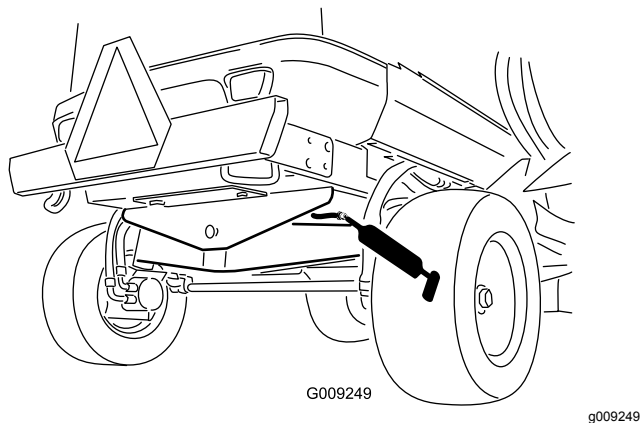

Figura 82
- 1 boccola del perno di articolazione dell'assale posteriore (Figura 82)